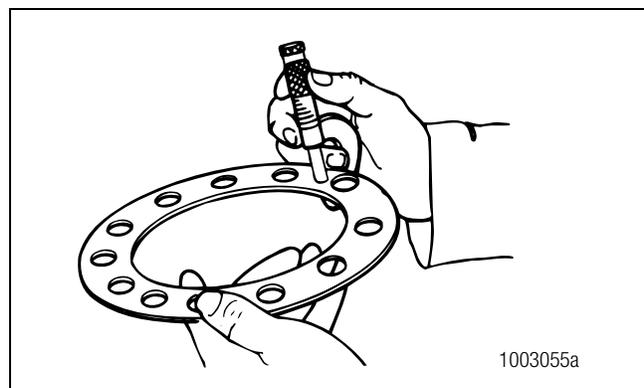

Figure 5.20
1. Utiliser un micromètre pour mesurer l'épaisseur du jeu de cales déjà utilisé sous le logement de roulements. Noter la mesure. Figure 5.20.